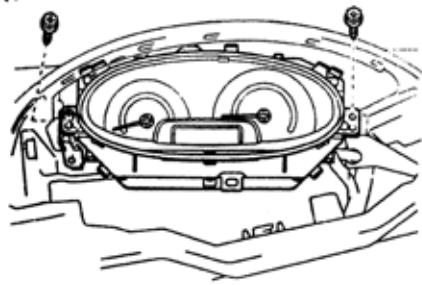

图 9-115
(1) 数字式：拆下 4 个螺钉(D)；模拟式：拆下 2 个螺钉(D)，如图 9-115 所示。
3) 拆下组合仪表总成(见图 9-115)。